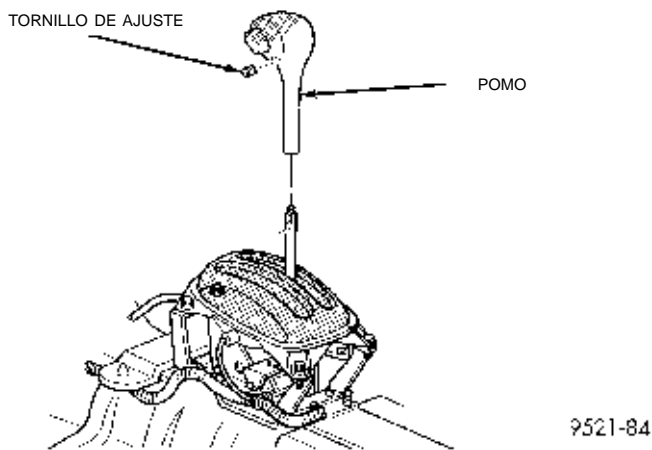

Fig. 13 Empuñadura del cambio de marchas
(1) Retire el conjunto de consola. Desconecte el cable negativo de la batería y aisle. Consulte el Grupo 23, Carrocería.
(2) Retire el tornillo de ajuste del pomo del cambio de marchas y el pomo (Fig. 13).